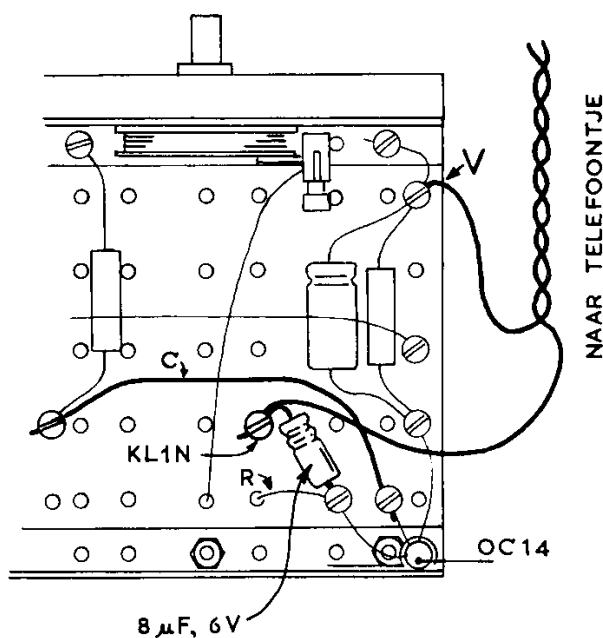

Fig. E7
1. **Verleg eerst leiding C** (fig. E7) zó, dat je op de aangegeven plaats ruimte krijgt om een klem KL 1 N bij te plaatsen. Als draad C daarvoor te kort is, neem dan een ander (langer) stukje. Pas op voor kortsluiting. Eventueel kun je geïsoleerd montagedraad gebruiken, waarvan je de uiteinden blank maakt.
2. Monteer een extra klem **KL 1 N** (met één gleuf) op de aangegeven plaats (fig. E7). De kop van het korte boutje, waarmee deze klem wordt vastgezet, zit straks juist naast de batterij.
3. Breng een **elektrolytische condensator** van  $8\ \mu\text{F}$ -6 V aan volgens fig. E7. Denk om de plaats van de rillen!
4. Haal het einde van het telefoonsnoertje een beetje uit elkaar en zet de blanke uiteinden vast in de nieuwe klem en in klem V (fig. E7).